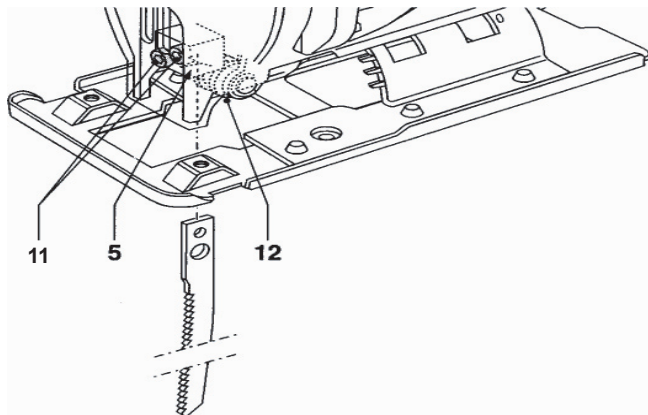

Рис. 2
5.3. Встановлення пильного леза (рис.2)